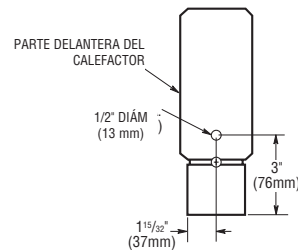

Figura 9. Esquema de perforación de la tapa extrema
- Los cables de conexión de la alimentación eléctrica a los calefactores pueden encaminarse de un calefactor a otro perforando un agujero de 13 mm (1/2 pulgada) de diámetro en las tapas extremas para los calefactores que van juntos. Vea la Figura 9. Para evitar posibles daños al conexionado interno del calefactor, todas las perforaciones de las tapas extremas deben hacerse con éstas quitadas del calefactor.